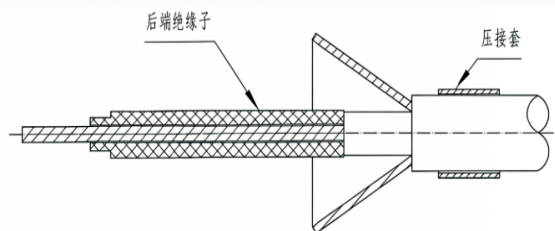

图10
③按图10所示将后端绝缘子滑至电缆中心导体上，尾部与电缆绝缘介质顶紧。